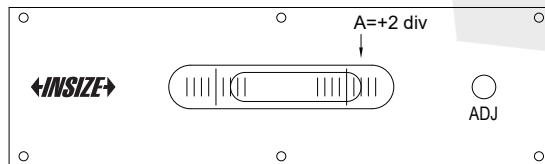

Fig.2
- b) Depois que a bolha parar de se mover, leia A na escala (Fig.2).